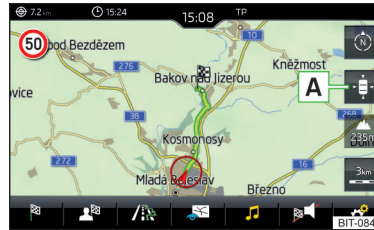

Fig. 171
► Pentru **centrarea hărții**, atingeți suprafața de comandă funcții » fig. 171.